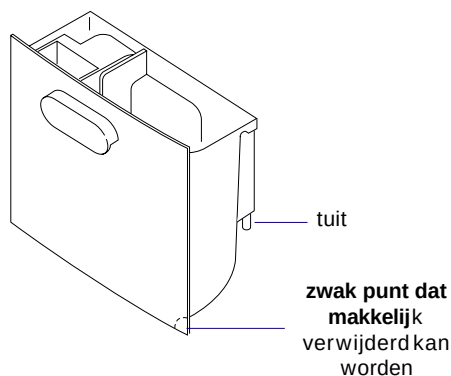

Fig. 1
Het condensatiewater kan direct opgevangen worden in de tank (fig. 1). Indien het nodig mocht blijken het apparaat gedurende langere tijd achtereen te laten functioneren zonder dat de mogelijkheid aanwezig is om de tank regelmatig te legen, is het mogelijk de continu-afvoer te gebruiken.
- 1) Op de tank bevindt zich een zwak punt dat makkelijk verwijderd kan worden voor het doorlaten van de slang (fig. 1).
- 2) Verwijder de rubberen dop van de tuit (fig. 1).